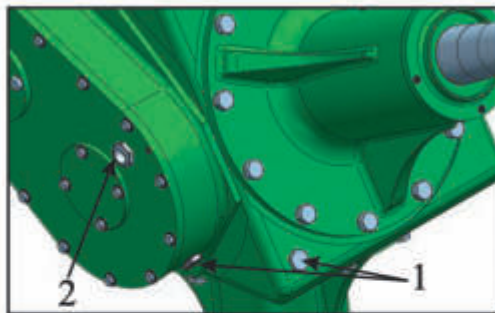
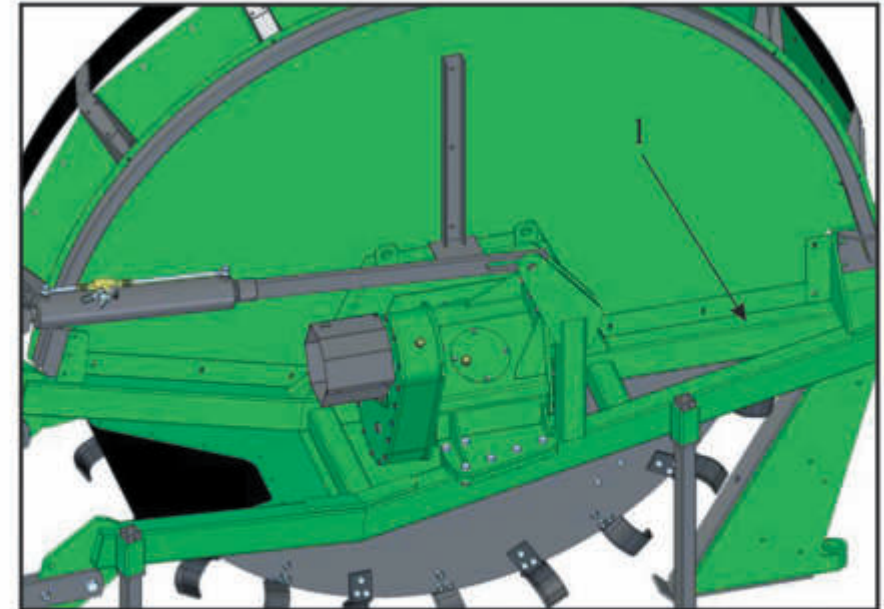

Fig.33
Fig.35
1. Svitare ed estrarre i tappi della scatola ingranaggi (n°1 di fig. 33) lasciando fuoriuscire completamente l'olio contenuto; a operazione ultimata riavvitare i tappi.
3. Svitare nuovamente i tappi (n°1 di fig. 33) lasciando fuoriuscire completamente il gasolio e riavvitare i tappi.
4. Rifornire completamente utilizzando un olio dalle caratteristiche specificate nel paragrafo seguente; il giusto livello di olio si ha quando l'indicatore (n°2 di fig. 33) risulti pieno per metà.
5. Verificare il livello attraverso la spia trasparente (n°2 di fig. 33) assicurandosi che il - SV - sia in posizione orizzontale; per verificarlo poggiare una livella sul tubolare del telaio (n°1 di fig. 35). Una maggiore quantità di olio non migliora le condizioni di lubrificazione e può anzi compromettere la capacità di raffreddamento della scatola.
1. Unscrew and remove gearbox caps (no. 1 in fig. 33) draining the oil out completely; once this operation has been completed, screw the caps back on.
3. Unscrew the caps once again (no. 1 in fig. 33) allowing the diesel oil to drain out completely and then screw the caps back on.
5. Verify level through the clear level cap (no. 2 in fig. 33) making sure that the - SV - is horizontal; in order to verify this, place a level on the chassis tubular (no. 1 in fig. 35). **An increased quantity of oil does not improve lubrication and actually may compromise the cooling capacity of the gearbox.**
1. Die Verschlüsse des Getriebekastens lösen und entfernen (Nr. 1 Abb. 33) und das darin enthaltene Öl vollständig auslassen; danach die Verschlüsse wieder aufschrauben.
3. Die Verschlüsse wieder abschrauben (Nr. 1 Abb. 33) und das Dieselöl vollständig auslaufen lassen, dann die Verschlüsse wieder aufschrauben.
4. Jetzt vollständig auffüllen, dazu ein Öl mit spezifischen Eigenschaften benutzen, siehe folgenden Abschnitt; das korrekte Ölniveau ist erreicht, wenn die Anzeige (Nr. 2 Abb. 33) "halb voll" angibt.
5. Das Niveau über die durchsichtige Anzeige überprüfen (Nr. 2 Abb. 33) und sicherstellen, dass die - SV - sich in horizontaler Position befindet; dazu eine Wasserwaage auf die Rohre des Rahmen auflegen (Nr. 1 Abb. 35). **Eine größere Ölmenge verbessert die Schmierbedingungen nicht, ja sie kann sogar die Kühlfähigkeit des Getriebekastens herabsetzen.**